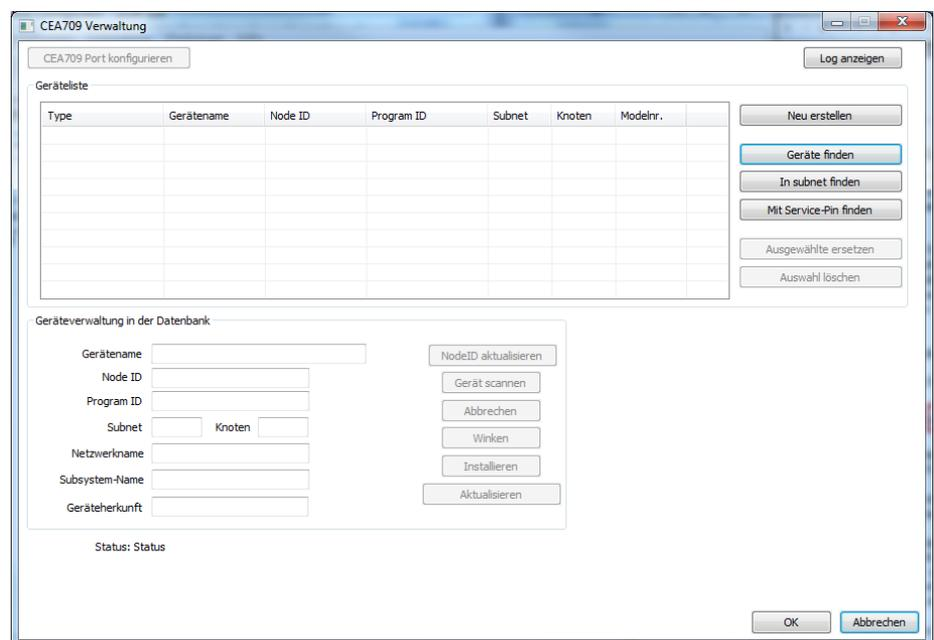

Abbildung 117: Entdecken & Installieren im CEA709 Management Dialog
1. Öffnen sie den CEA-709 Management Dialog, indem Sie den **Entdecken & Installieren** Knopf im Dialog klicken, welcher durch Klicken des Schnellstartknopfs **mit Gerät verbinden** erscheint. Es wird der CEA709 Management Dialog gezeigt, siehe Abbildung 117.